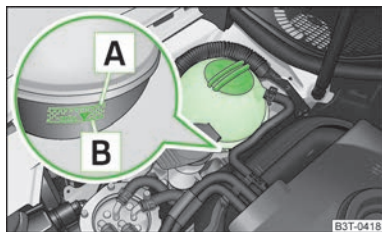

Fig. 120
Para rellenar recomendamos utilizar solamente aquel líquido refrigerante cuya designación se encuentra en el depósito de expansión del refrigerante » fig. 120 de la página 144.
- Comprobar el nivel de líquido refrigerante en el depósito de expansión del mismo » fig. 120. Con el motor frío, el nivel de líquido refrigerante debe encontrarse entre las marcas **B** (mín.) y **A** (máx.). Con el motor caliente, el nivel puede sobrepasar también ligeramente la marca **A** (máx.).
- Colocar un trapo sobre el tapa de cierre del depósito de expansión de líquido refrigerante » fig. 120 de la página 144 y desenroscar el tapón **con cuidado**.
¡No rellenar el depósito de líquido refrigerante por encima de la marca **A** (máx.) » fig. 120 de la página 144! El líquido refrigerante excedente es expulsado del sistema de refrigeración a través de la válvula de sobrepresión situada en el tapón de cierre del depósito de compensación del refrigerante al calentarse.